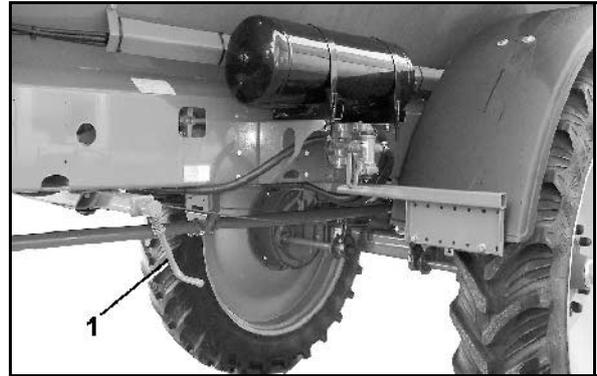
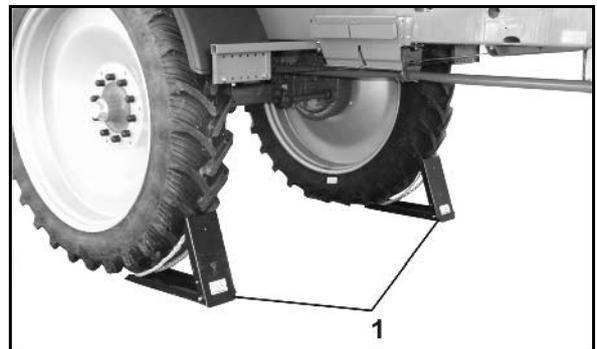

Рис. 47
Рис. 48
- 1.1 Фиксируйте машину от непредвиденного откатывания. Используйте при этом стояночный тормоз (Рис. 47/1) и/или противооткатные упоры для колес (Рис. 48/1).